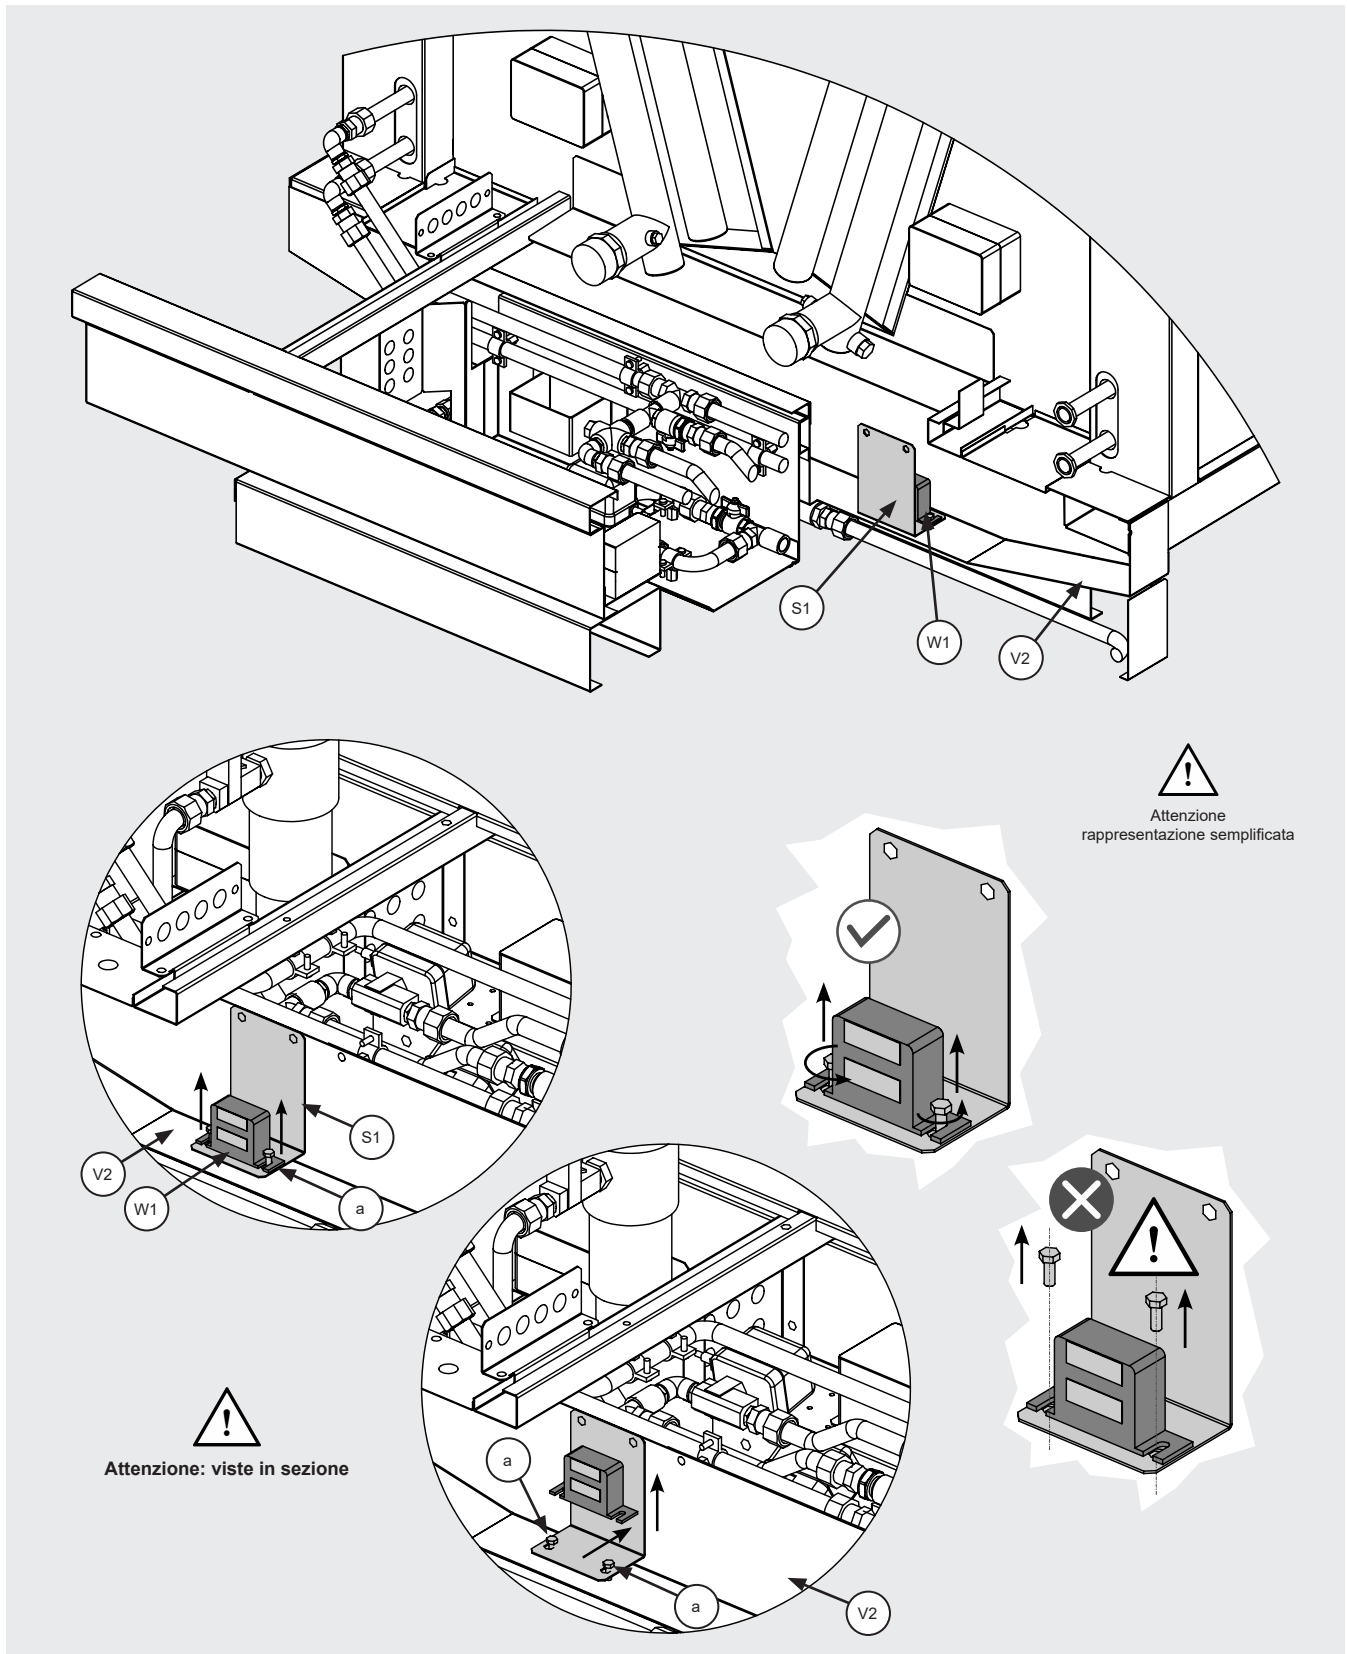

Figura 26
- 12.14.4 Per la sostituzione dell'interruttore di livello (W1), si osservi la Figura 26. (W1) è alloggiato su un supporto (S1) che lo tiene in posizione.